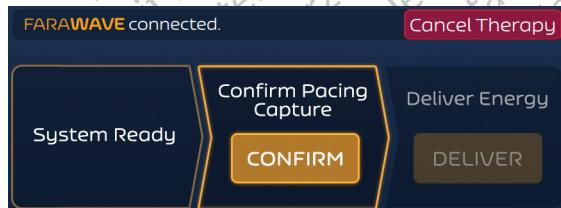

Abbildung 15. Therapiebildschirm – Synchroner Modus – Stimulation bestätigen
- Drücken Sie bei eingeschalteter Stimulation und bestätigter Erfassung die Schaltfläche PREPARE (Vorbereiten), um den FARASTAR PFA-Generator zu initialisieren. Nachdem die Vorbereitung abgeschlossen ist, wird die Schaltfläche CONFIRM Pacing Capture (Erfassung der Stimulation BESTÄTIGEN) aktiviert (siehe Abbildung 15).